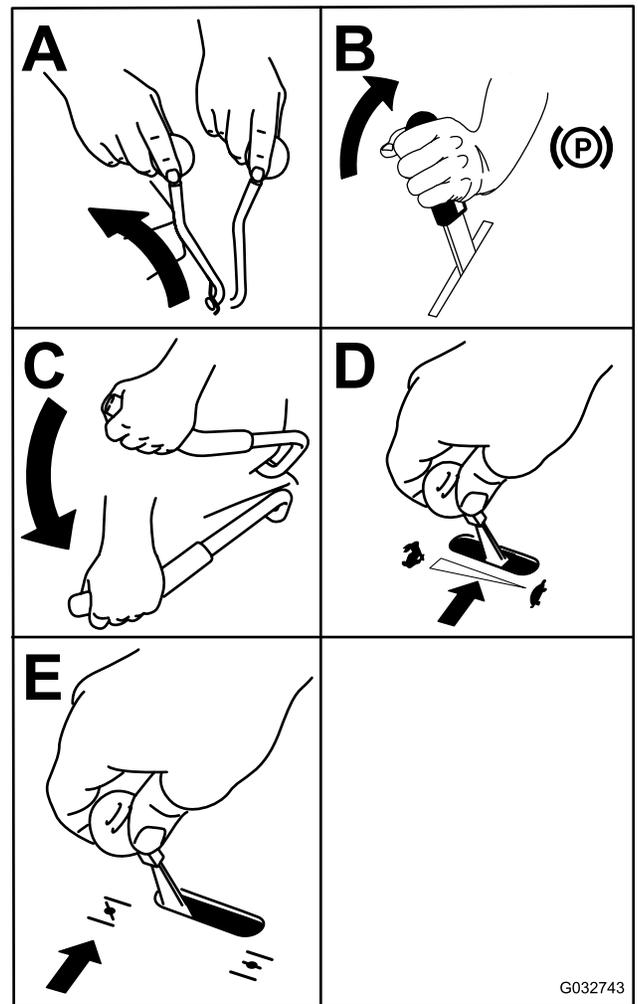

Figure 23
3. Placez le levier d'engagement de PDF en position ARRÊT (Figure 23).